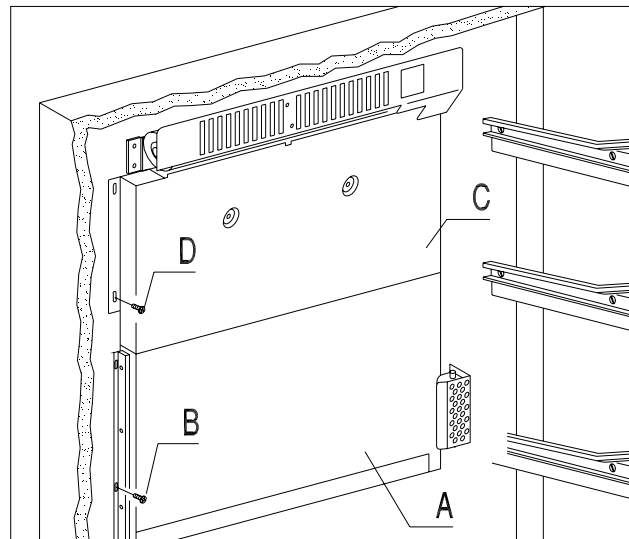

FIG. 17
- 6) Desenganchar los conectores de alimentación del encauzador ref. C FIG. 17.
- 7) Sacar el encauzador móvil ref. A FIG. 17 desenroscando los tornillos de fijación de las bisagras ref. B FIG. 17 (después de haber desenroscado los tornillos superiores, alzar el encauzador para destornillar los inferiores y los centrales).
- 8) Sacar el encauzador fijo ref. C FIG. 17 destornillando los tornillos de fijación ref. D FIG. 17.